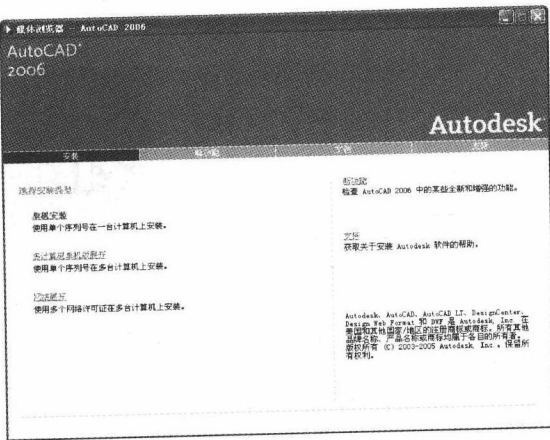

图 1-1 安装界面
1) 将 AutoCAD 2006 安装盘放入 CD-ROM 驱动器, 计算机读盘后会出现 AutoCAD 2006 的安装界面, 如图 1-1 所示。